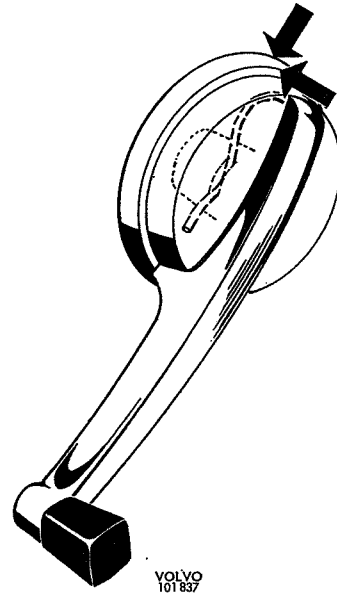

Fig. 8-8. Het verwijderen van de opdraaikruk
2. Verwijder de raamslinger door de rozet in de richting van de bekleding en dan in dezelfde richting als de slinger (zie Fig. 8-8) te drukken. Dit maakt de klemveer vrij en de raamslinger kan nu losgenomen worden.
Zorg ervoor dat de klemveer zo gemonteerd wordt, dat zijn open einde naar de slinger wijst, zoals Fig. 8-8 laat zien.